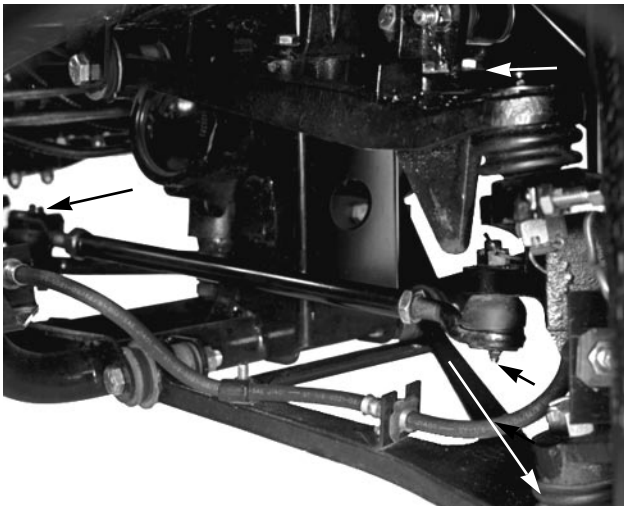
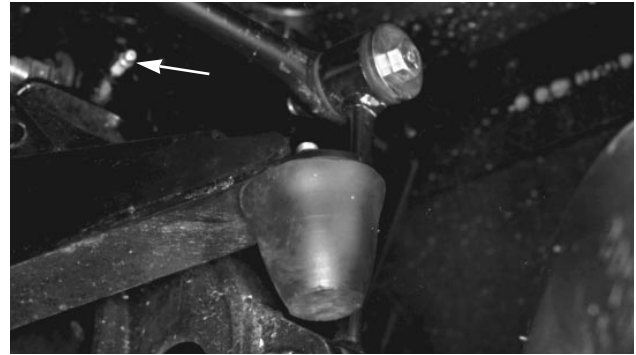

Fig. 11
Fig. 12
Smørepunktene beliggenhet og antall: Styrestagender (4) (fig. 11), fremre kuleledd (4) (fig. 11), bakre drivaksler (6) (fig. 12), styreaksel (1) (fig. 13), fremre dreieforinger (2) (fig. 14), og pedaldreieledd (4) (fig. 15).